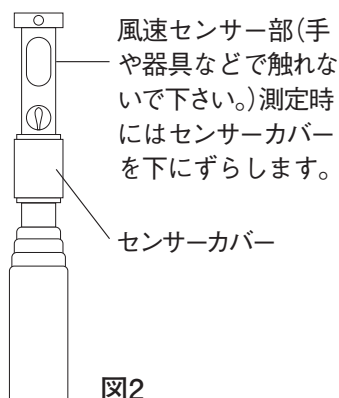

図2
- (1)図2のように、センサーカバーを下にずらし風速センサー部分が空気に触れるようにして下さい。